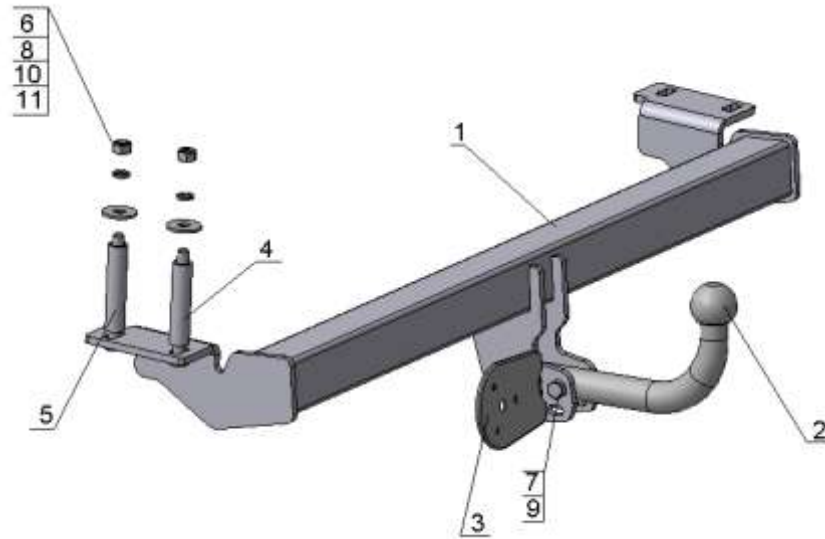

Рис.1
- с помощью крепежных элементов поз.4,5,6,8,10,11 в соответствии с рис.1 закрепить ТСУ на автомобиле (втулки устанавливаются снизу в отверстия Ø 21мм);